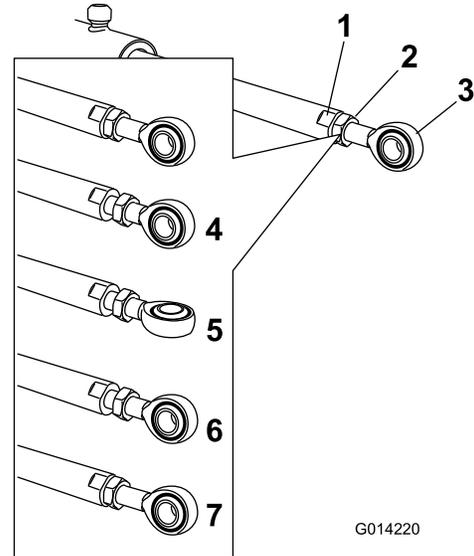

Figura 65
5. Utilice una llave sobre las zonas planas del émbolo del actuador para inmovilizarlo y, a continuación, afloje la contratuerca para poder ajustar la varilla de ojal (Figura 65).
6. Gire la varilla de ojal en el émbolo del actuador para acortar o alargar el actuador extendido a la posición deseada (Figura 65)